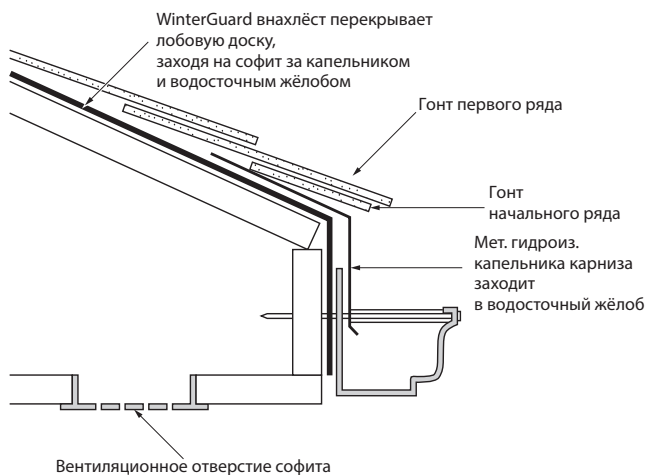
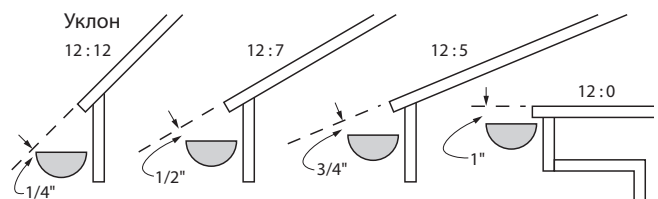

Рис. 5-8: Укладка по лобовой доске для защиты от скопления льда в водосточных желобах.
Рис. 5-10. Размещение водосточного желоба. Установите водосточные желоба под линией откоса, чтобы снег или лёд могли свободно скатываться вниз.
**БОРЬБА СО СКОПЛЕНИЕМ ЛЬДА В ВОДОСТОЧНЫХ ЖЕЛОБАХ:** Из-за скопления льда в водосточных желобах талая вода часто проникает за лобовые доски. В зависимости от конструкции карнизов это может привести к разрушению софитов или даже возникновению внутренних повреждений, которые выглядят как протечка крыши. Один из способов решения этой проблемы показан на Рис. 5-8. Другой способ – это завернуть WinterGuard™ по лобовой доске на софит и прибить обрешетину, чтобы прочно зафиксировать WinterGuard. Эта обрешетина также служит защитой от УФ-излучения. Установите капельник перед лобовой доской, покрытой гидроизоляцией WinterGuard. После этого установите капельник на карнизы поверх WinterGuard. Убедитесь, что капельник выдаётся в водосточный желоб на достаточное расстояние, как показано на Рис. 5-8, чтобы УФ лучи не попадали на WinterGuard. Если ширина лобовой доски превышает 15 см, то WinterGuard должна заканчиваться за водосточным желобом, чтобы не подвергаться воздействию УФ излучения. Этот способ невозможно применить на многих крышах с алюминиевыми или виниловыми лобовыми панелями. Правильная схема размещения водосточного желоба приведена на Рис. 5-10.